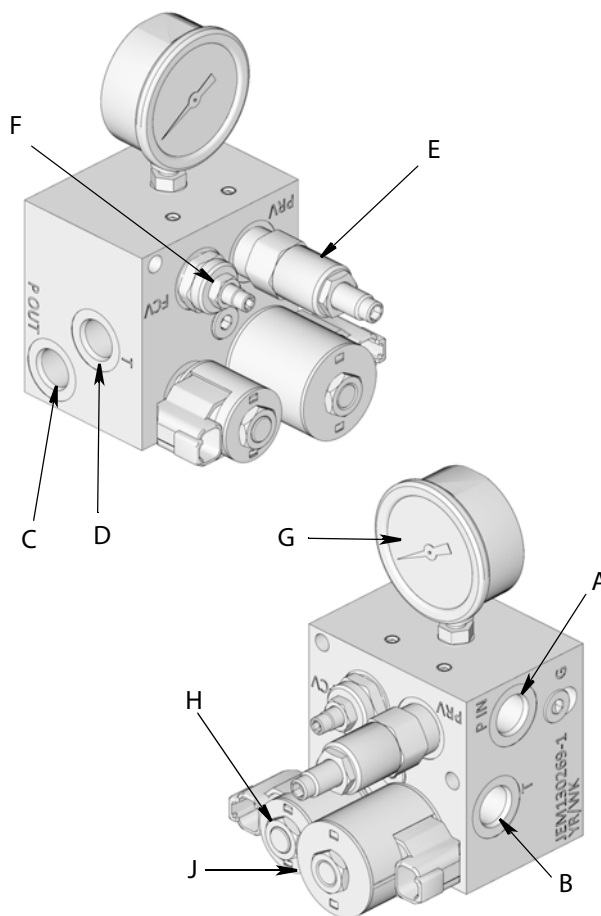

FIG. 19
1. Установите пневматическое управление (арт. № Graco 127224 – 12 В или 127225 – 24 В. См. раздел «Разные комплекты», стр. 45) (FIG. 19).
- a. Подключите подачу гидравлической энергии к впускному отверстию гидравлического давления (A).
- b. Подключите возвратную линию бака к отверстию бака (B).
- c. Подключите выпуск гидравлического давления (C) к соответствующему впускному отверстию гидравлического двигателя на барабане в зависимости от требуемого направления вращения.
- d. Подключите возвратную линию бака (D) к оставшемуся отверстию на двигателе барабана.
- Гидравлические двигатели. Измените направление линии впуска и возвратной линии бака на гидравлическом двигателе (FIG. 19, стр. 30).